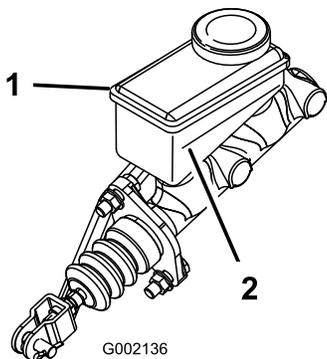

**Figura 16**
2. Eleve novamente o capot para obter acesso ao cilindro principal do travão e reservatório (Figura 16).
- A. Limpe a zona em redor da tampa do reservatório e retire-a (Figura 16).
- C. Coloque a tampa do reservatório (Figura 16).